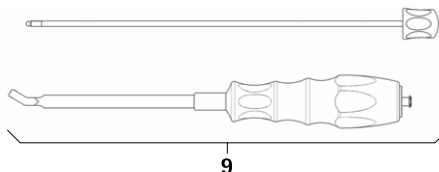

Рис. 5
- Демонтаж инструмента для установки стержней 9, см. Рис. 5: Выкрутить внутренний элемент.